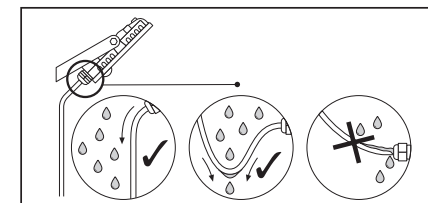

Рис. 5
- Обратить внимание на правильность расположения кабеля относительно кабельного ввода на корпусе светильника (рис. 5).